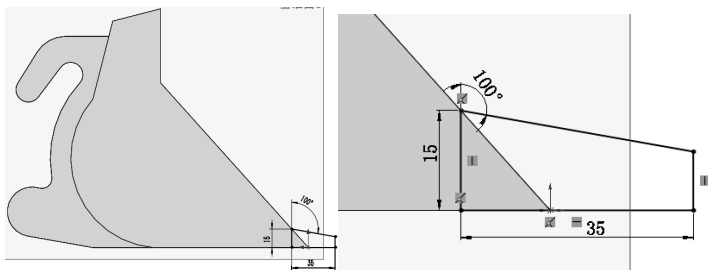

图 4-46 绘制并标注草图 3
**09** 绘制草图 3。在视图中用鼠标选择图 4-45 所示的面 1 作为绘制图形的基准面。单击“草图”控制面板中的“直线”按钮，绘制并标注草图，如图 4-46 所示。